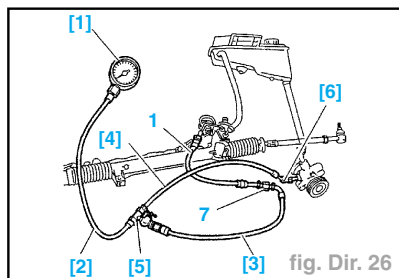

fig. Dir. 26
- Monter les raccords [6] et [7] (M16x150) (fig. Dir. 26).